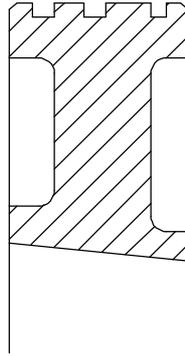

Abbildung 5.8: Geometrie vor dem waagerechten Spiegeln
4. Erstellen der Rundungen und der Schraffur wie in Abbildung 5.8.